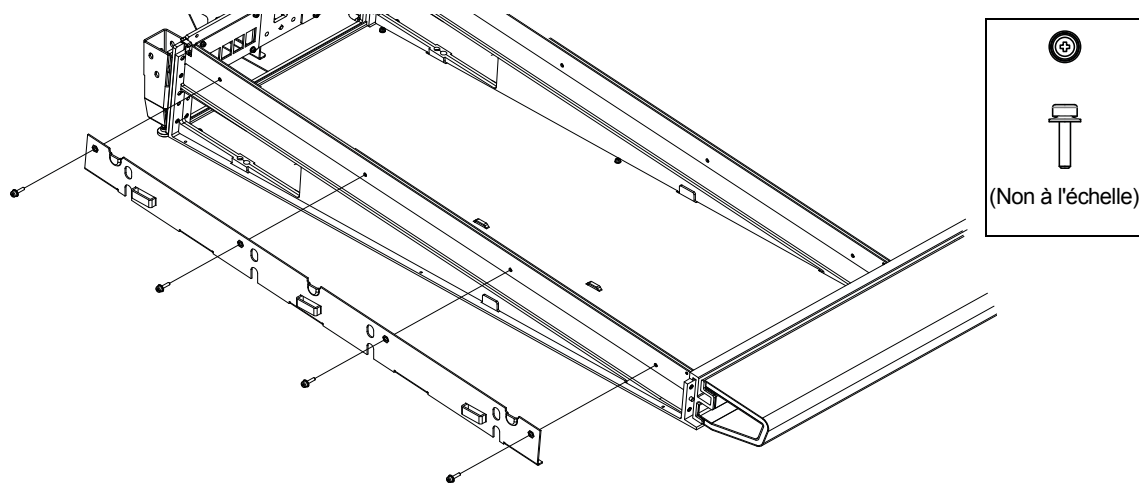

Figure 30. Fixation de la plaque de montage du panneau latéral gauche
- 2 Fixez la plaque de montage latérale gauche sur le côté gauche du châssis, à l'aide des vis cruciformes (arrondies) fournies, en vous assurant qu'elle est correctement orientée, comme représenté sur la Figure 30.